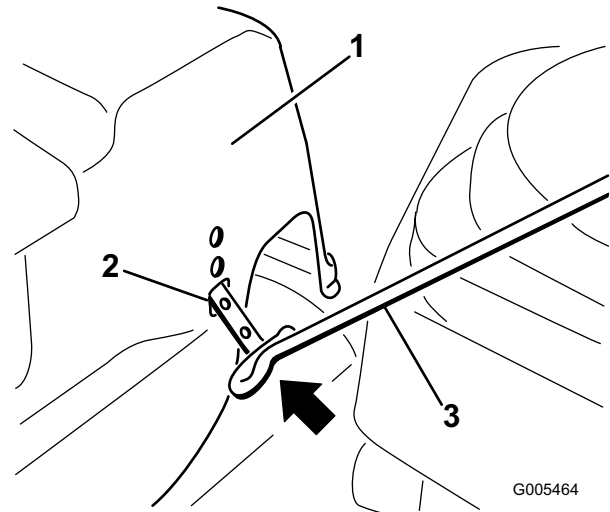

Figura 2
1. Localice el orificio cuadrado en el interior del cuerpo derecho de la carrocería. Introduzca el extremo de la varilla de la cubierta oblicuamente en el orificio cuadrado según se muestra en Figura 2. Asegúrese de que la varilla está orientada con la parte curva hacia adelante, para aceptar las correas de retención.